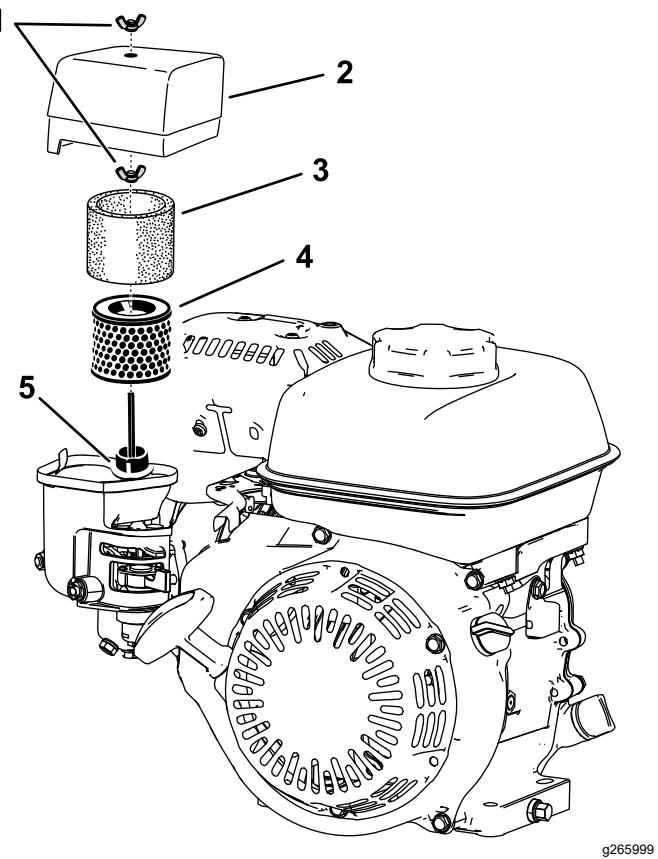

Рисунок 31
2. Снимите барашковую гайку крепления крышки воздухоочистителя (Рисунок 31).